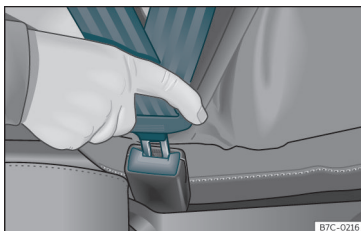

Fig. 9 Inserire la linguetta della cintura di sicurezza nella relativa chiusura.
- Incastrare la linguetta nella chiusura del relativo sedile »» **fig. 9**.